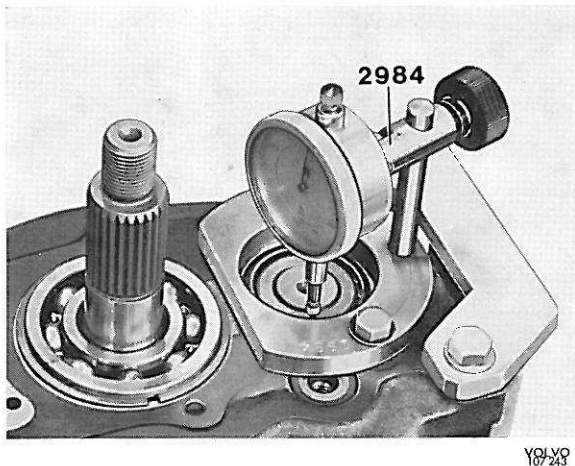

Figure 27. Mesure du jeu axial
8. Retourner à nouveau la boîte de vitesses, flasque arrière tourné vers le haut. Poser le joint et mettre une cale de réglage de 0,7 ou 1,0 mm sur la bague extérieure du roulement arrière. Fixer le support de mesurage 2984 avec deux vis comme indiqué sur la figure 27. Repérer l'emplacement et adapter la pointe de mesurage du comparateur à la bague intérieure.